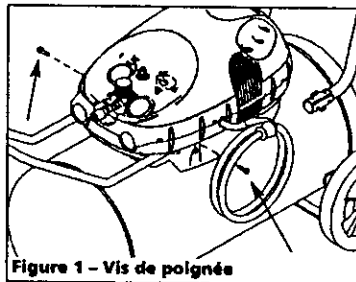

Figure 1 - Vis de poignée
2. Introduire le manche à travers le couvercle de protection et dans la plaque de base tel qu'indiqué sur la Figure 1. Le manche doit s'ajuster dans les ouvertures spéciaux dans la plaque de base.